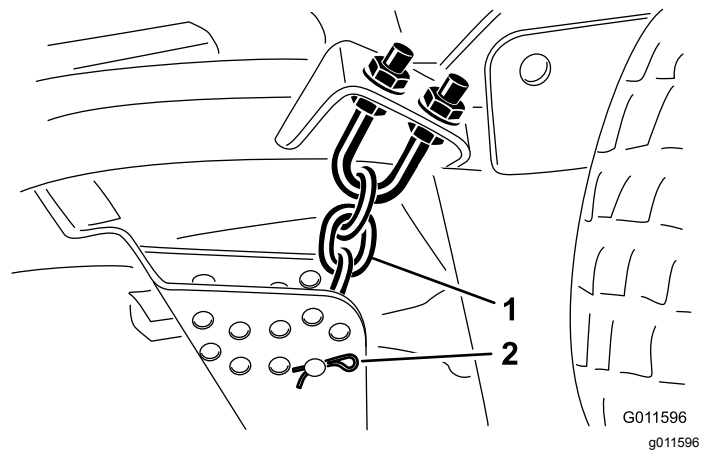

Bild 7
11. Entfernen Sie die Splinte und die Lastösenbolzen, mit denen die Schnitthöhenkette am Heck des Mähwerks befestigt ist (Bild 7).